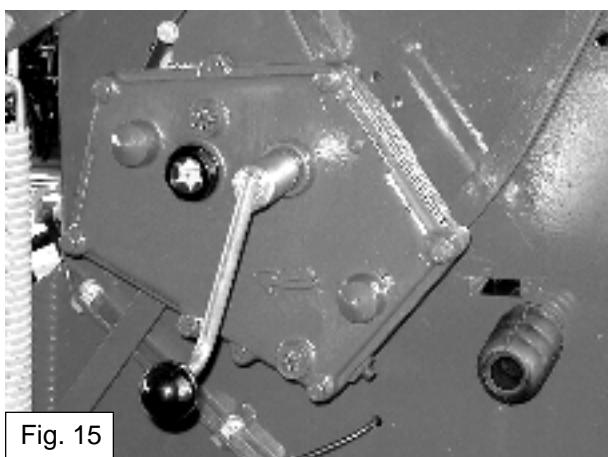

Fig. 15
- Girare la maniglia della marcia (fig. 15) circa 30 volte e rimettere la semente nella tramoggia.